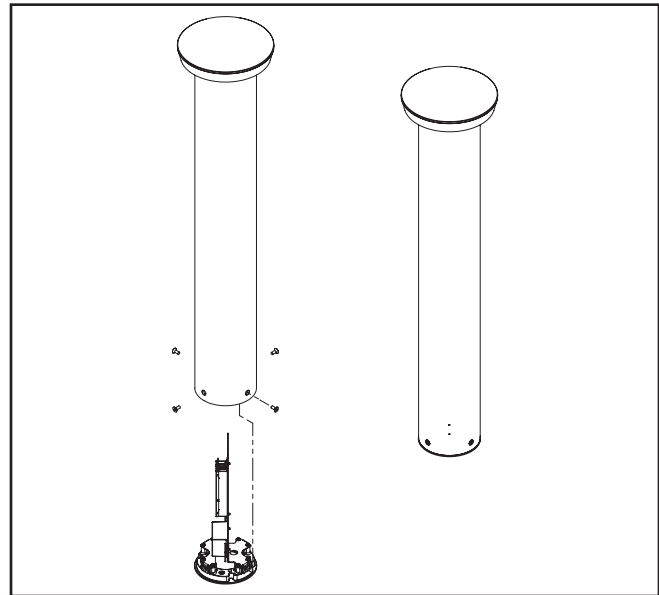

Figure 4.
12. Utilisez les quatre (4) vis à tête plate à six pans creux de ¼ po pour serrer le boîtier de la borne à la base. Serrez à un couple de 30 lb/po (3,4 Nm). (Figure 4).